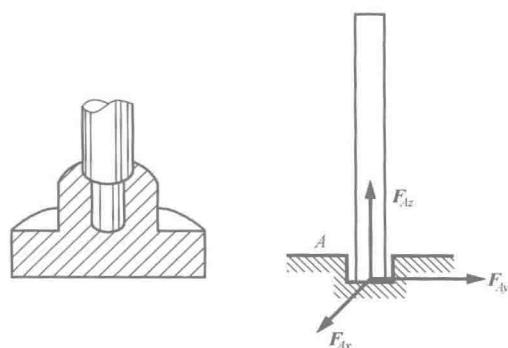

图 1-13
(3) 止推轴承。止推轴承与径向轴承不同，它除了能限制轴的径向位移以外，还能限制轴沿轴向的位移。因此，它比径向轴承多一个沿轴向的约束力，即其约束力有三个正交分量  $F_{Ax}$ 、 $F_{Ay}$ 、 $F_{Az}$ 。止推轴承的简图及其约束力如图 1-13 所示。